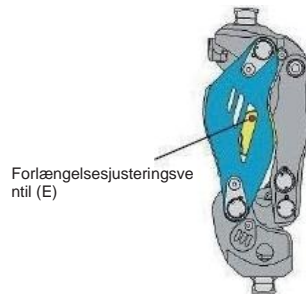
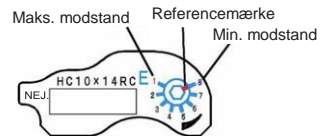

Fig. 13 Placering af forlængelsesjusteringsventilen
Fig. 14 Graderet skala for forlængelsesjusteringsventilen
Hvis det endelige stød sker i slutningen af svingfasen, skal du justere forlængelsesmodstanden. Som vist på fig. 13, er ventilen til justering af forlængelsen (E) placeret til venstre set fra brugeren. Som vist på fig. 14, er skalaen graderet fra "1" til "8". "1" svarer til den højeste hydrauliske modstand, og "8" svarer til den laveste. (Reference) Fabriksindstilling: "8" Brug en 2 mm sekskantnøgle til at justere ventilen. Sæt skruenøglen i fra midterhullet i frontleddets sideflade.